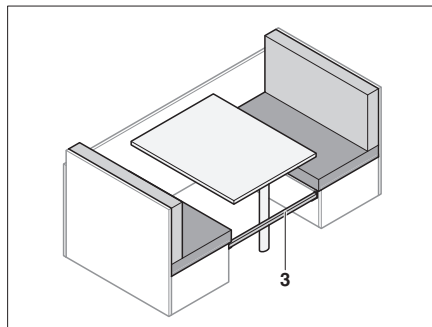

Fig. 62 Placer la plaque de renforcement
- Placer la barrette supplémentaire (Fig. 62,3) entre les banquettes.